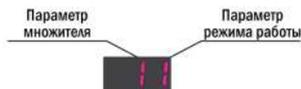

Рис. 9 – Функция In
- 1n** Выбор режима работы и установка множителя (выбор единиц измерения). Задается в виде комбинации двух параметров (см. рис. 9) – первый характеризует установленный множитель (см. табл. 2), второй – выбранный режим работы (см. табл. 3).